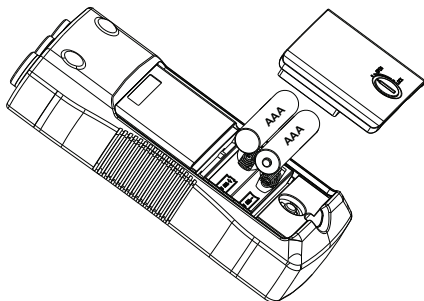

Figure 3 : Remplacement des piles
Le PRM-6 utilise deux piles AAA 1,5 V (fournies). Pour remplacer les piles, suivez ces Étapes et consultez la Figure 3 :
4. Remplacez la pile comme indiquÈ en Figure 3. Suivez les polaritÈs affichÈes dans le compartiment de la pile.